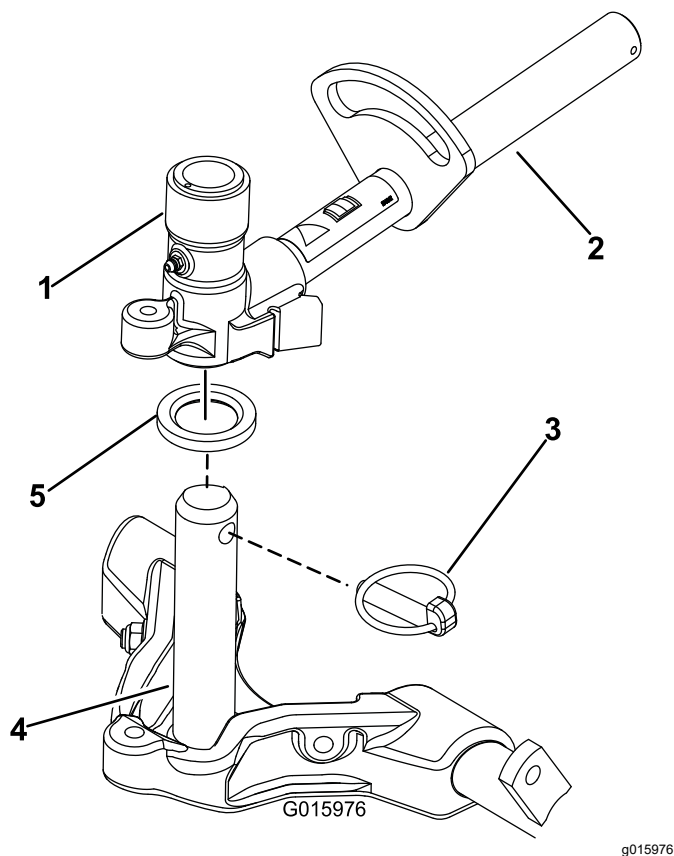

Рисунок 16
9. Нанесите чистую консистентную смазку на ось несущей рамы (Рисунок 16).
10. У передних режущих блоков: задвиньте режущий блок под подъемный рычаг, вставляя при этом ось несущей рамы в находящуюся над ней поворотную втулку подъемного рычага (Рисунок 16). Убедитесь, что упорная шайба расположена на оси несущей рамы.
11. Закрепите ось несущей рамы в поворотной втулке подъемного рычага с помощью шплинта с кольцом (Рисунок 16).
- В. Наденьте втулку подъемного рычага на ось несущей рамы (Рисунок 16).